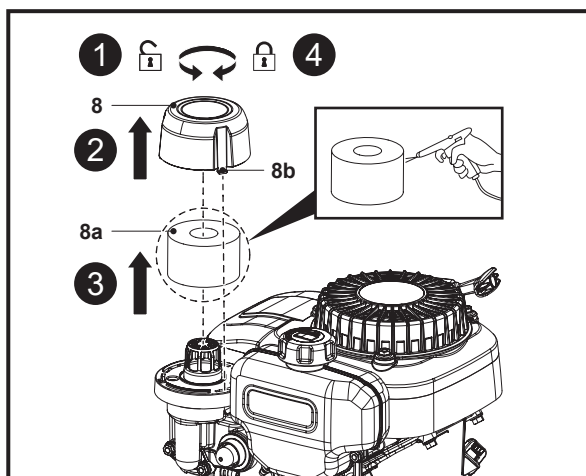

Fig. 19
2. Ține și rotește capacul filtrului de aer (8) în sens antiorar pentru a-l desface, apoi scoate-l (Fig. 19, pași 1, 2).
3. Scoate filtrul de aer (8a) din bază și lovește-l ușor de o suprafață solidă sau purjează-l folosind un pistol de aer cu presiune pentru a îndepărta praful (Fig. 19, pasul 3).
5. Aliniaza cele două cleme de blocare (8b) cu fantele de pe baza filtrului de aer și montează la loc capacul (8), apoi rotește-l în sens orar pentru a-l fixa (Fig. 19, pasul 4).